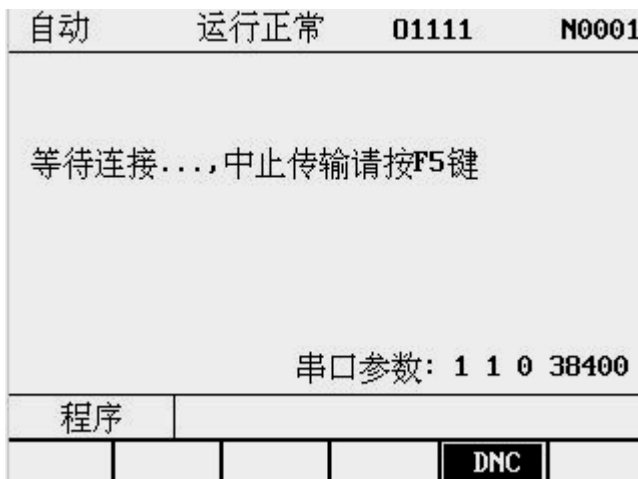

图 4.2.12 DNC 等待建立连接
6、如果您是选用的是 HNC-18iT 或 HNC-18xp/19xp 数控系统，在“程序”主菜单下，按下 F5 “DNC”，系统显示如图 4.2.12 所示：